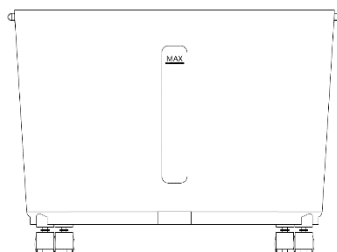

Fig. 5
- Atunci când umpleți rezervorul de apă, acordați atenție indicatorului de nivel al apei de pe partea din față a rezervorului de apă (consultați Fig. 5).